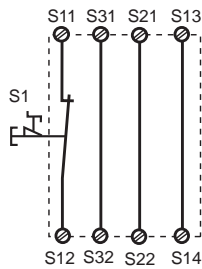
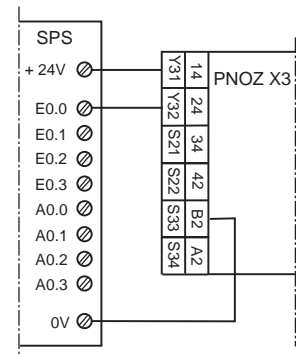

Fig. 2: Circuito de entrada monocanal, rearme automático/Circuito di entrata monocanale, start automat./Eenkanalig ingangscircuit, automatische start
Fig. 10: Ejemplo de conexión para salida de semiconductor/Esempio di collegamento per uscita semiconduttore/Aansluitvoor-beeld van halfgeleideruitgang
En las fig. 2... a fig. 10 se presentan ejemplos de conexionado posible; conexión de paro de emergencia con rearme automático y supervisado, control de puerta protectora, ampliación de contactos mediante contactores externos.
- Fig. 2 y 7: S33-S34 **no conectado**
In fig. 2 ... fig. 10 sono riportati degli esempi di collegamento per il cablaggio di arresto d'emergenza con start automatico e manuale, per il comando delle porte di sicurezza, nonché per la moltiplicazione dei contatti mediante relè esterni.
- Fig. 2 e 7: **nessun** collegamento S33-S34
In fig. 2 ... 10 worden aansluitvoorbeelden gegeven van noodstopshakeling met automatische en bewaakte start, hekbewaking en contactvermeerdering d.m.v. externe magneetschakelaars.
- Fig. 2 en 7: **geen** verbinding S33-S34